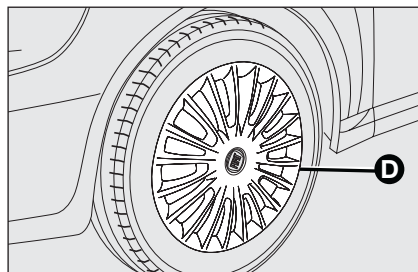

fig. 6
- per vetture dotate di cerchi in acciaio, rimuovere la coppa ruota **D-fig. 6** inserita a pressione;